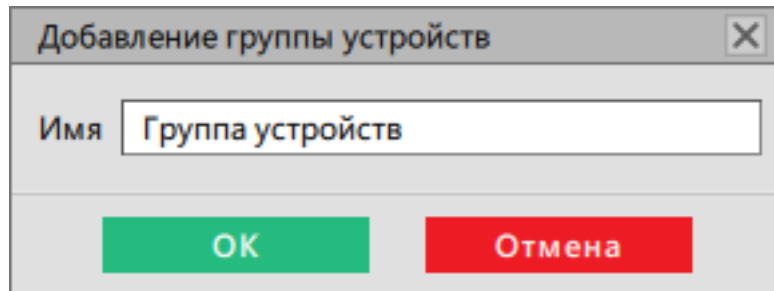

Рисунок 171 - Добавление группы устройств
- Впишите имя группы и нажмите **ОК** (Рисунок 171).